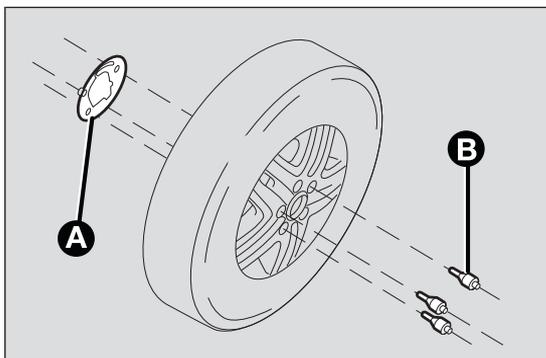

Abb. 178
- Am Leichtmetallrad die entsprechende Platte A Abb. 178 montieren, indem man die mitgelieferten Schrauben B mit dem mitgelieferten Schlüssel anzieht;